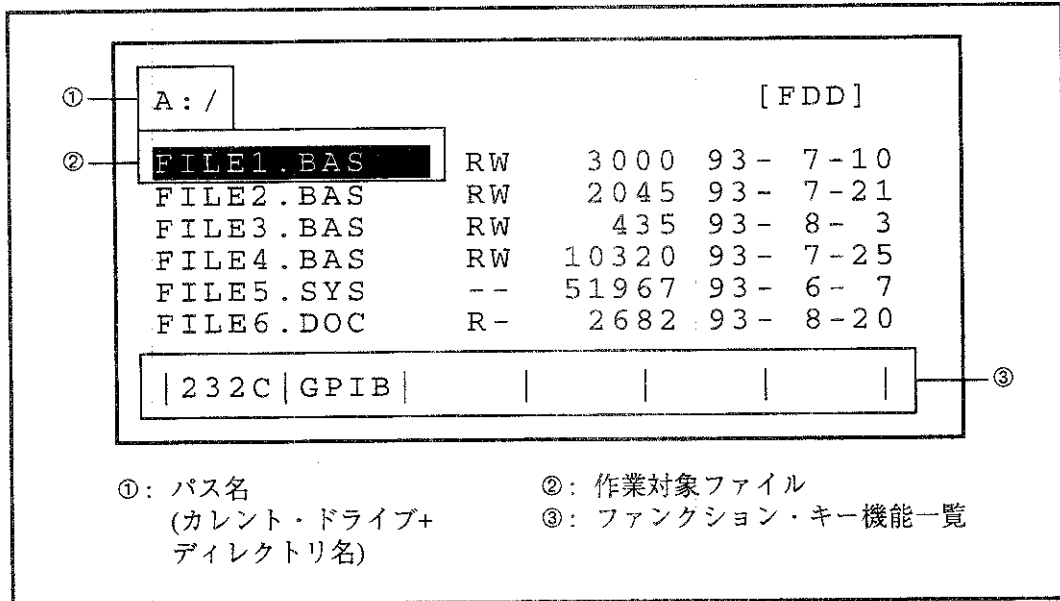

図 4-32 PRT の表示画面
- ②: プログラム・リストは、32 文字×6 行で表示します。1 行が 32 文字を越える場合には、折り返し表示ではなくファンクション・キー (K1・K2) を利用して、画面を左右にずらすようにして表示します。1 行は 256 文字まで確認できます。(1 行がそれ以上長い場合には 256 文字以降を無視します。)
- ③: ファンクション・キー機能一覧は、TYPE(ファイル内容表示) で使用できるファンクション・キーと機能の一覧を表示しています。
(5) PRT(ファイル内容のプリンタ出力) 画面
FILE モードからファンクション・キーで PRT(K3) を選択すると、作業ファイルがテキスト・ファイルであれば、図 4-32 のように画面表示されます。(詳しい操作は、4.1.3 項の (3) を参照して下さい。)